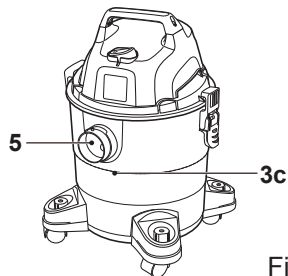

Fig. 23
- > Durante a aspiração húmida, verifique o nível de água no depósito com regularidade. O nível de água não deve ultrapassar a extremidade superior interior (3c), abaixo da entrada de ar (5) (Fig. 23). Esvazie o depósito (3) com regularidade, se forem aspiradas grandes quantidades de água.